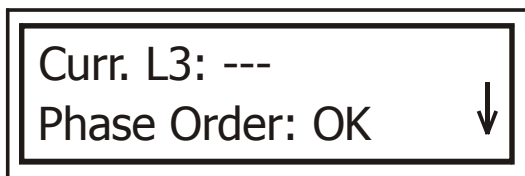

Рис. 13
3. Нажимая , проверьте правильность следования фаз (рис. 13):